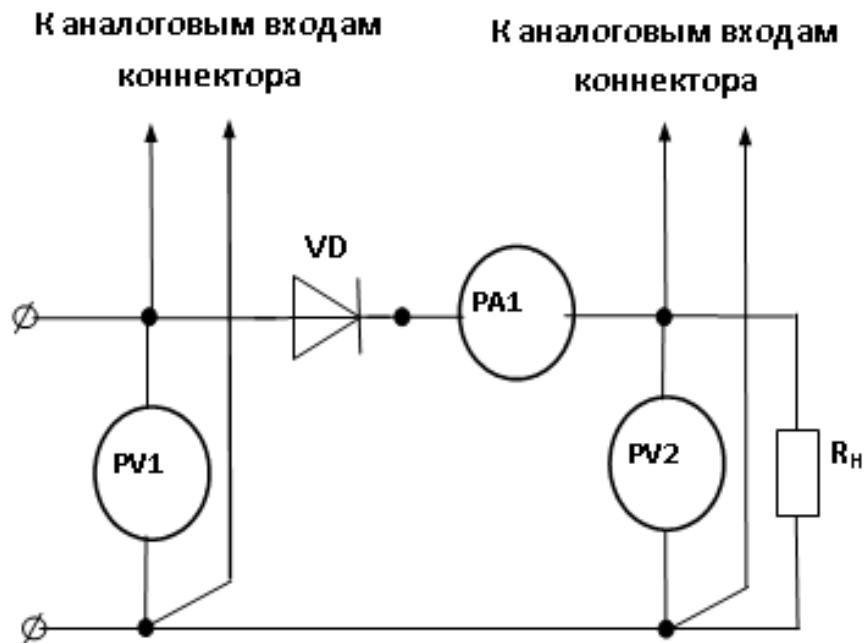

Рисунок 10.3- Схема однополупериодного выпрямителя
10.3.1 Из набора миниблоков, выбрать резистор с параметром R_H , заданным в таблице 10.1, и диод КД 226. Собрать схему однополупериодного выпрямителя (рисунок 10.3), подключив вход ее к выходу генератора синусоидальных напряжений блока генераторов напряжений.